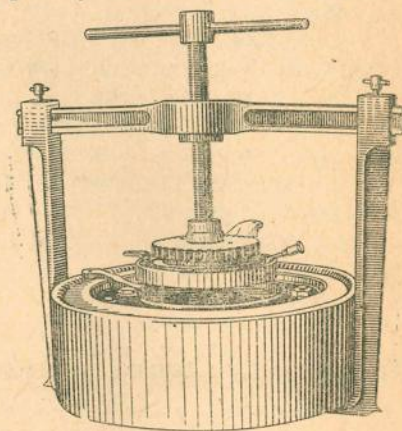

Рис. 96. Запрессовка ведущего вала бортового фрикциона при помощи приспособления
13. Установить собранный комплект на стол пресса, смазать солидолом шлицы ведущего вала 5 и установить его в шлицевое отверстие внутреннего барабана. Наложить оправку на зубчатый венец ведущего вала и запрессовать его доотказа под прессом или при помощи приспособления (рис. 96).